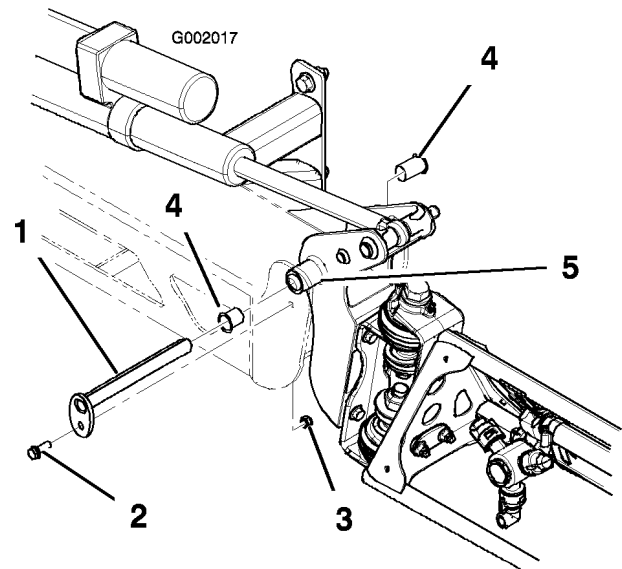

Bild 72
3. Wenn das Gewicht des Spritzgestänges abgestützt ist, nehmen Sie die Schraube und die Mutter ab, mit denen der Schwenkstift am Spritzgestänge befestigt ist (Bild 72). Nehmen Sie den Schwenkstift ab.
5. Nehmen Sie die Nylonbüchsen vorne und hinten an der Schwenkhalterung ab und prüfen Sie sie (Bild 72). Ersetzen Sie beschädigte Büchsen.
7. Montieren Sie das Spritzgestänge und die Schwenkhalterung im mittleren Rahmen und richten Sie die Öffnungen aus (Bild 72).